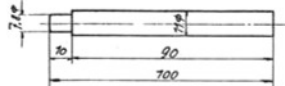

Bild 12. Zum Herausdrücken des Kolbenbolzens ist ein nach dieser Maßskizze anzufertigender Dorn zu verwenden
19. Kolbenbolzen mit abgesetztem Dorn II. Bild 12 herausdrücken, Kolben abnehmen.